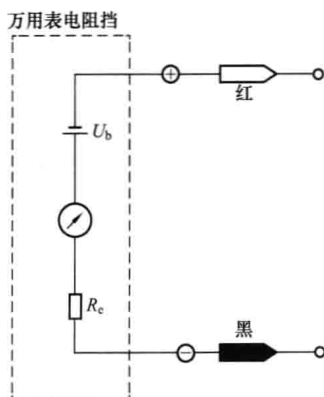

图 1-21 万用表的内部电路示意图
- (1) 严禁带电测量电阻, 否则会烧坏万用表。
- (2) 测量中每更换一次倍率挡, 均应重新进行欧姆调零。
- (3) 测量时不能用两手同时接触表笔、被测电阻的金属部分, 否则会将人体电阻并接于被测电阻而引起测量误差, 影响测量的准确性。
(4) 测量电阻时, 如将两支表笔短接, 调节欧姆调零旋钮至最大, 指针仍然达不到 0Ω 处, 这种现象通常是由于表内电池电压不足造成的, 应换上新电池方能准确测量。
(5) 不允许用万用表电阻挡直接测量高灵敏度的表头内阻, 以免烧坏表头。
(6) 万用表不用时应将电池取出。表内电池的正极与面板上的一插孔相连, 负极与面板+插孔相连, 如图 1-21 所示。如果不用时误将两表笔短接会使电池很快放电并流出电解液, 腐蚀万用表, 因此不用时应将电池取出。